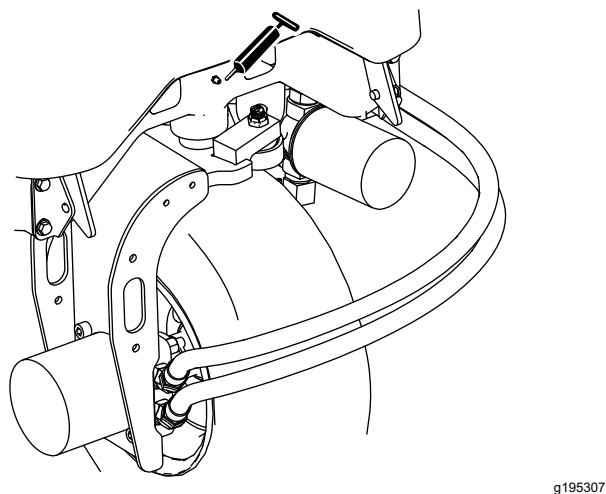

Рисунок 36
- Шарнир поворотного кулака (Рисунок 36).